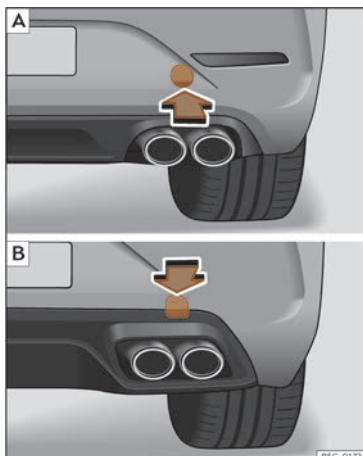

Fig. 217 Du côté droit du pare-chocs arrière : retirer le cache. **A** Leon Sportstourer ; **B** Leon.
Le logement de l'œillet de remorquage à visser se trouve sur la partie droite du pare-chocs arrière, derrière un cache >>> **fig. 217**.
- *Leon Sportstourer* : Appuyez sur la partie inférieure du cache >>> **fig. 217 A** afin de le dégager.
- *Leon* : Appuyez sur la partie supérieure du cache >>> **fig. 217 B** afin de le dégager.
- Vissez l'œillet de remorquage dans le logement en le faisant tourner au maximum **dans le sens inverse des aiguilles d'une montre** >>> **fig. 217** , >>> **fig. 217**. Utilisez un objet approprié pour visser fermement et entièrement l'œillet de remorquage dans son logement.